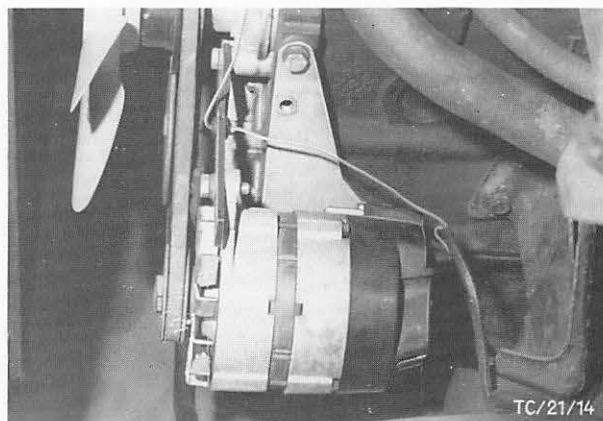

Abb. 33 Lichtmaschine mit Halter abbauen
7. Verstellasche – Lichtmaschine lösen. Keilriemen abnehmen und Lichtmaschine mit Halter (3 Schrauben) abbauen, Abb. 33. Lüfter mit Riemenscheibe (4 Schrauben) abschrauben.